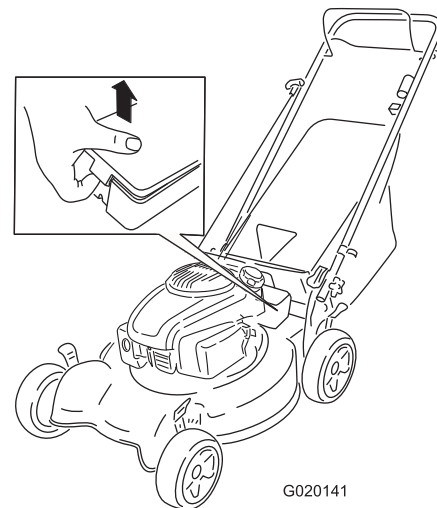

Figure 24
1. Dégagez les deux extrémités du couvercle de la batterie et déposez le couvercle (Figure 24).